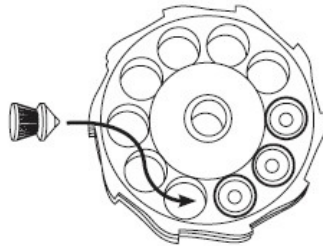

Fig. 9
3. Coloque chumbinhos na parte de trás do carregador. (Fig.9). Empurre o chumbinho até que ele passe pelo anel de retenção e esteja completamente inserido no carregador.